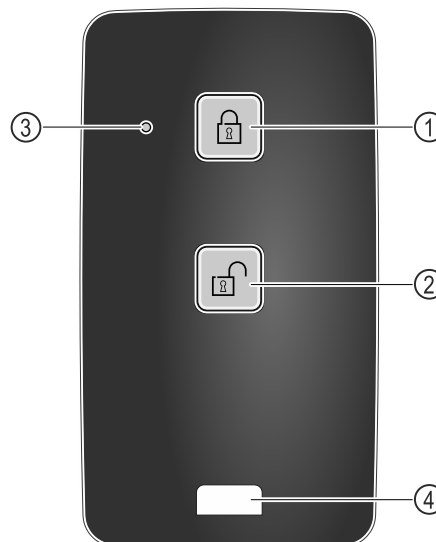

Fig. 212
- Натисніть кнопку Fig. 212 (1) на дистанційному керуванні.
- Натисніть кнопку Fig. 212 (2) на дистанційному керуванні.
- ▶ Статусний світлодіод Fig. 212 (3) при натисненні клавіші дає оптичне зворотне повідомлення.
- ▶ Петля Fig. 212 (4) для кріплення дистанційного керування наприклад на в'язці ключів.